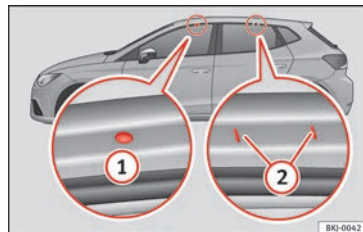

Abb. 165 Befestigungspunkte der Längsträger für den Dachgepäckträger.
Die vorderen und hinteren Befestigungspunkte ① und ② sind nur bei geöffneten Türen sichtbar » Abb. 165.